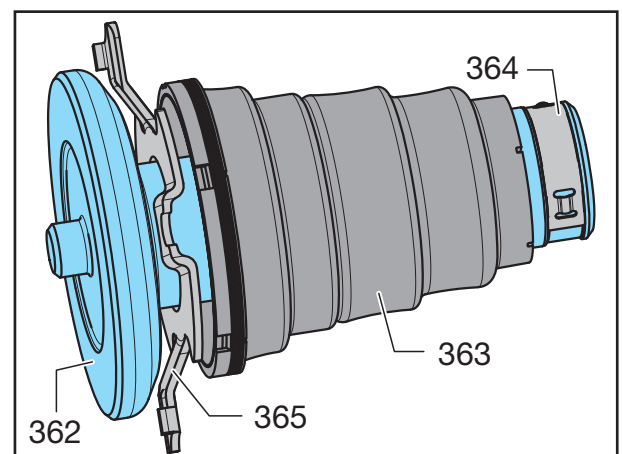

Fig. 14
- [19] Проверете вече монтираните спирачни бутала (362) , заедно с метална капачка (365), маншона (363) и металната скоба (364) и ги пригответе за монтаж, както е показано на Fig. 14.